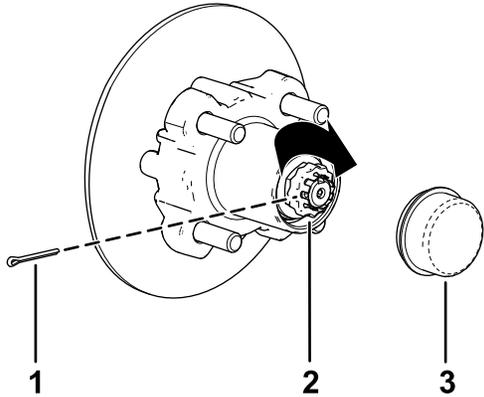

Bild 33
- Befestigen Sie den Halter über der Mutter und prüfen Sie die Ausfluchtung des Schlitzes im Halter und dem Loch in der Spindel für den Splint (Bild 33).
- Setzen Sie den Splint ein und biegen Sie jeden Abschnitt um den Halter (Bild 33).
- Setzen Sie den Staubdeckel auf die Radnabe (Bild 33).